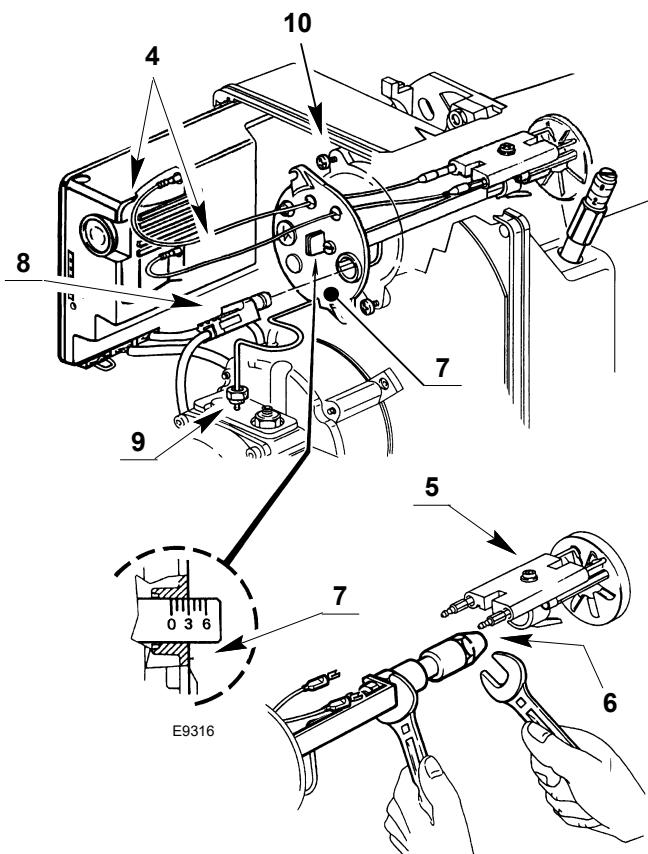
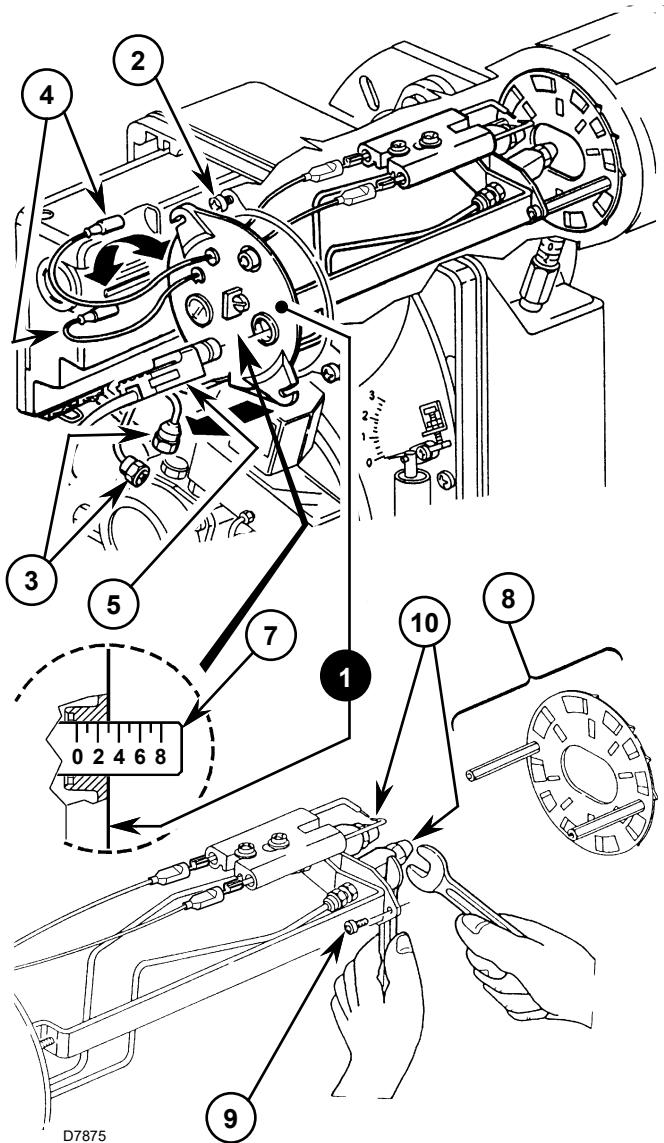

Fig. 14
Fig. 15
Girar en sentido horario o antihorario el tornillo de regulación hasta que la muesca de la brida de regulación 7) Fig. 14 y Fig. 15 coincida con el plano exterior del grupo portaboquilla 1) Fig. 15.
la brida de regulación 7) Fig. 15 está calibrada en la muesca 3; esto significa que el quemador está regulado para un caudal de 2,00+2,00 GPH a 12 bar, como se indica en la Tab. I en la pág. 58.
Para acceder a la boquilla para quemadores Tipo 398T1 (Fig. 15) se deben efectuar las siguientes operaciones:
- Extraer el grupo portaboquillas 1)(Fig. 15) después de aflojar los tornillos 2), desenroscar las tuercas 3), retirar los cables 4) de la caja de control y el sensor llama 5).
- Enroscar correctamente las boquillas 10) apretándolas como se ilustra en Fig. 15.